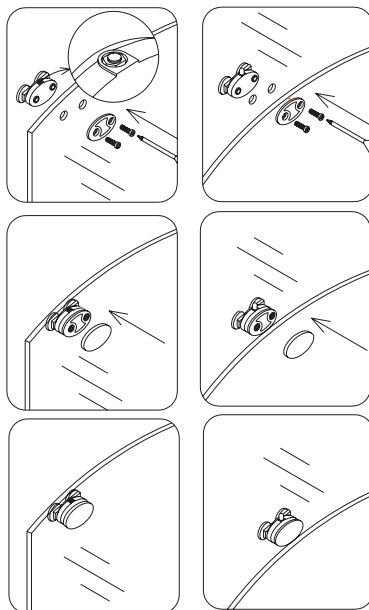

рис. 8
9. Душевая кабина уже может быть укомплектована направляющими для роликов **(17)**, если это не так, установите их как обозначено на рисунке 8. Прикрепите верхнее и нижнее колесо к стеклянной двери. Колесо, расположенное сверху имеет регулятор для изменения уровня дверей. Обратите внимание, что контргайка верхнего колеса должна быть обращена вверх. Нижнее колесо оснащено кнопкой, чтобы фиксировать колесо на нижней направляющей. Данная кнопка должна быть обращена вверх **(рис. 8)**.